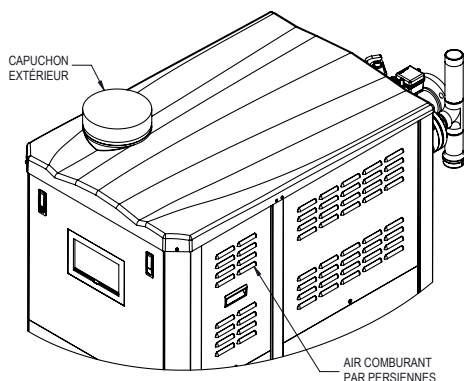

Figure 15. Air comburant, installation extérieure
L'air comburant est aspiré à travers une grille à lattes de la chemise externe. **NE PAS** retirer le couvercle de cette ouverture, voir **Figure 15**.
1. Connectez le conduit d'apport d'air comburant à ce connecteur d'admission d'air, voir **Figure 4** et **Figure 15**. Retirez et jetez le capuchon extérieur, connectez le conduit d'apport d'air comburant au connecteur d'admission d'air et orientez-le vers le haut. Étanchéifiez tous les joints et les vis avec un produit d'étanchéité de type RTV (non fourni). Tous les conduits doivent être correctement supportés.